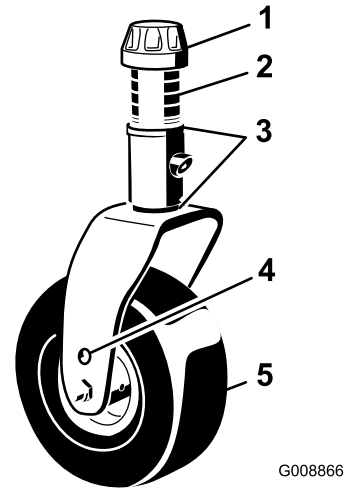

図 14
11. 刈高がステッカー 図 14 と合わない場合には、シムをキャストフォークに取り付けて調整する; カッティングユニットのピッチの調整 \(ページ 13\)を参照。